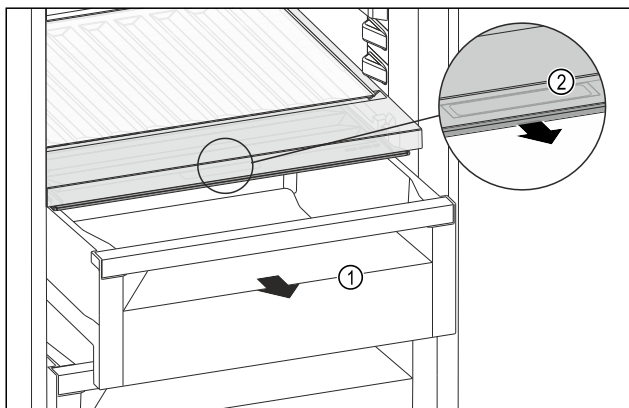

Fig. 170
- ▶ Витягніть висувний ящик Fig. 170 (1).
- ▶ Візьміться за потайну ручку Fig. 170 (2) на кришці відділення й одночасно потягніть кришку відділення вперед.